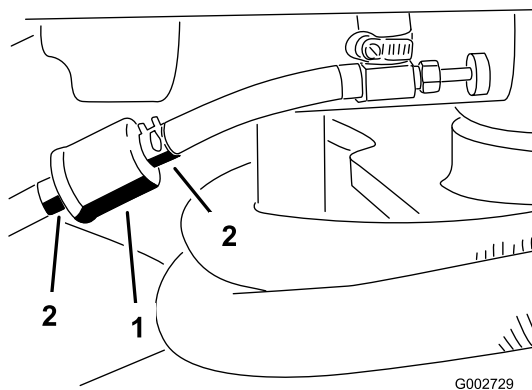

Рисунок 28
1. Закройте отсечной топливный клапан, ослабьте шланговый хомут на обращенной к карбюратору стороне фильтра и отсоедините от фильтра топливный трубопровод (Рисунок 28).